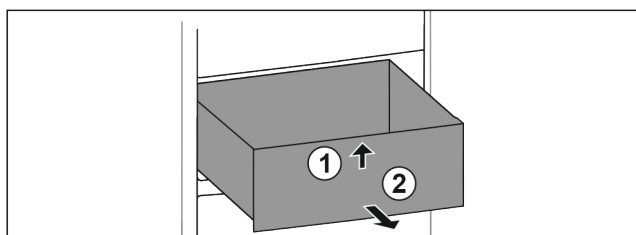

Fig. 113
- Sollevare il cassetto dal davanti. Fig. 113 (1)
- Rimuovere il cassetto tirandolo in avanti. Fig. 113 (2)